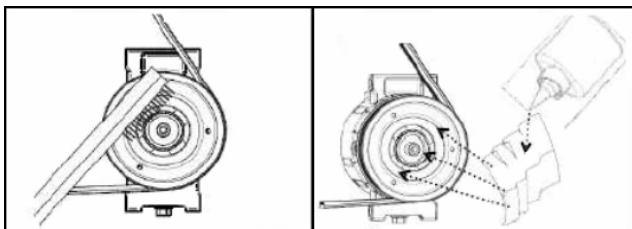

Рис. 5
6. Снять демпфер, очистить проволочной щёткой (латунной щёткой) и ветошью, пропитанной спиртом (см. рис. 5).